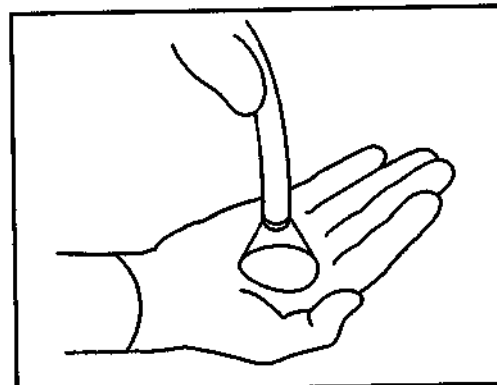

рисунок 3.21
- 3 Удостоверьтесь в том, что свет выходит из дистального конца эндоскопа. (см. рисунок 3.21)